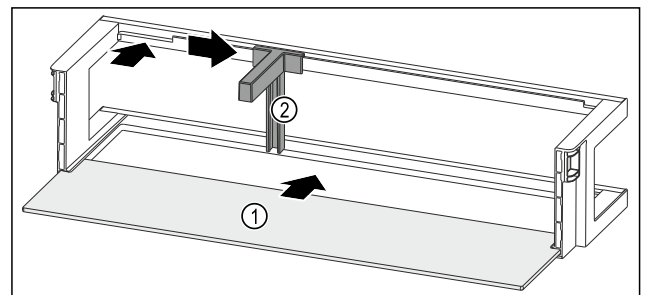

Fig. 92 Odkladací priestor vo dverách s odkladacou plochou
- ▶ Zasuňte odkladaciu plochu Fig. 92 (1) do bočných vybrání.
- ▶ Vložte držiak fľaš Fig. 92 (2) do vybrania.
- ▶ Potlačte držiak fľaš Fig. 92 (2) v požadovanej polohe do strany.